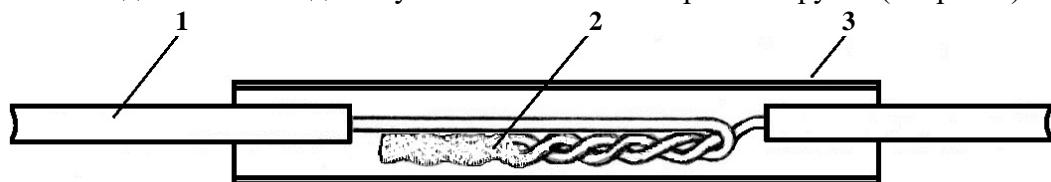

Рис. 7. Термоусаживаемая гильза установлена над скруткой жил:
3.9. На скрутку надвигают термоусаживаемую гильзу. Концы гильзы должны закрывать изоляцию жил на одинаковых по длине участках по обеим сторонам скрутки (см. рис. 7).